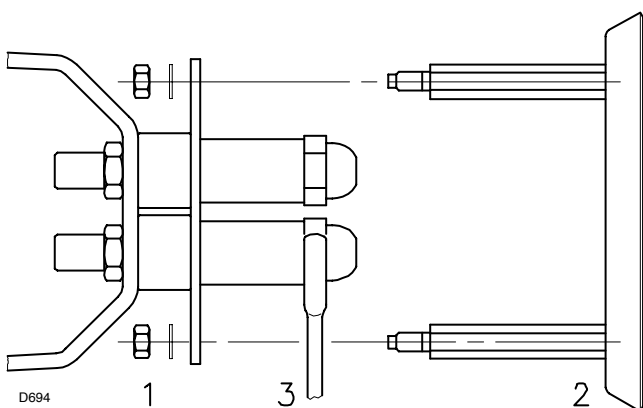

Fig. 11
- Retirer les écrous 1) (Fig. 11) et le disque 2).
- Remplacer le gicleur avec la clé 3) (Fig. 11).